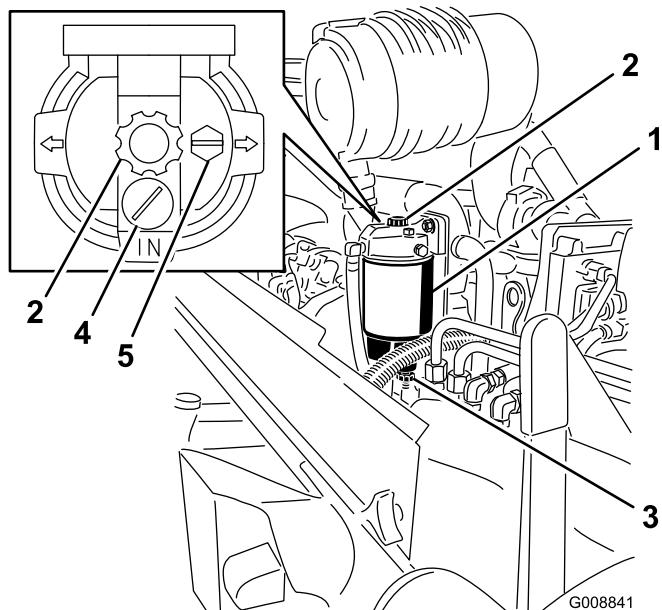

Bild 64
1. Stellen Sie einen sauberen Behälter unter den Wasserabscheidler (Bild 64).
2. Öffnen Sie die Ablassschraube und pumpen Sie die Verunreinigungen mit der Pumpe ab (Bild 64).
2. Lösen Sie die Entlüftungsschraube und die Ablassschraube, um etwas Kraftstoff abzulassen (Bild 64).